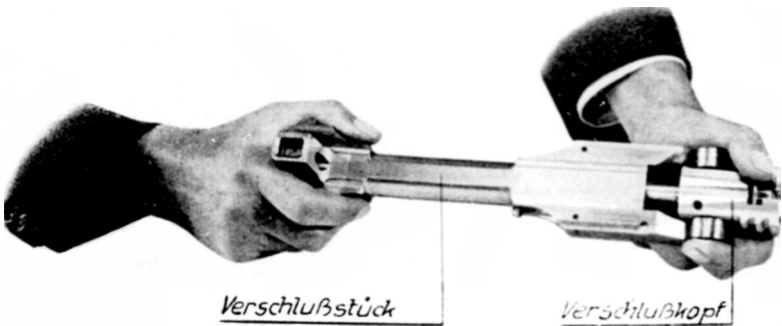

Abb. 78: Abnehmen des Verschlüßkopfes
12. Zerlegen des Schlosses MZ (Abb. 78—82)